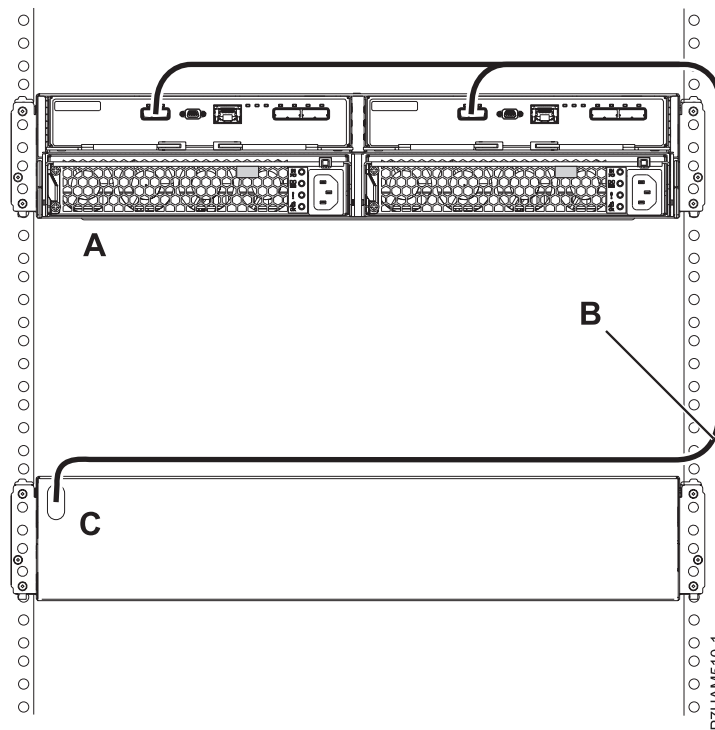

Figure 34. Mode 1 de connexion d'un boîtier d'unité de disque 58/87 via un câble YI à un système avec prise en charge pour un tiroir SAS unique
7. Effectuez la connexion de mode 1 d'un boîtier d'unité de disque 58/87 (A) via un câble YI (B) vers un système prenant en charge un tiroir SAS unique (C), comme illustré dans la figure 34.